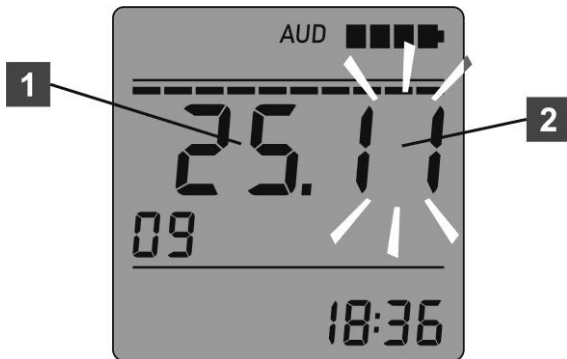

Рисунок 24 – РКІ дозиметра
Короткочасне натискання кнопки РЕЖИМ фіксує нове значення року в пам'яті дозиметра, про що свідчить трикратне мигання нового значення року на РКІ дозиметра. Після цього на РКІ відображаються число (1) та місяць (2) (рисунок 24). Цифрові розряди місяця мигають, що свідчить про можливість програмування їх значення. Програмування виконують за допомогою кнопки ПОРІГ аналогічно до програмування цифрових розрядів хвилин.